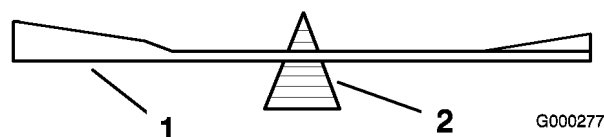
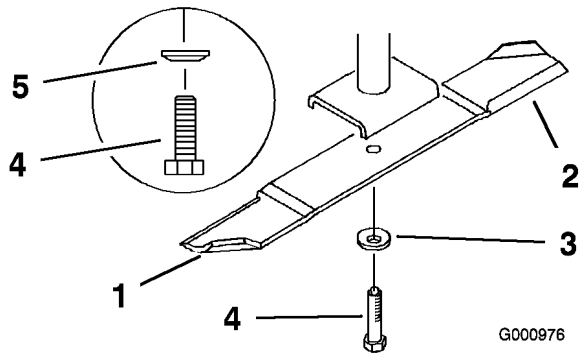

Figure 70
Figure 71
2. Retirez de l'axe le boulon, la rondelle élastique et la lame (Figure 71).
2. Vérifiez l'équilibre de la lame en la plaçant sur un équilibreur (Figure 70). Si la lame reste horizontale, elle est équilibrée et peut être utilisée. Si la lame est déséquilibrée, limez un peu l'extrémité de la partie incurvée seulement (Figure 71). Répétez la procédure jusqu'à ce que la lame soit équilibrée.
1. Placez la lame sur l'axe (Figure 71).
2. Installez la rondelle élastique et le boulon de la lame. Le cône de la rondelle élastique doit être dirigé vers la tête du boulon (Figure 71).